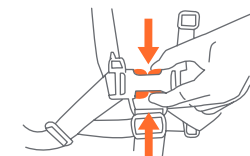

Fig. 16
- 16)** • Para soltarlas, presione el Botón Rojo en el Broche Central y se desprenderán las dos Hebillas del Arnés (Fig. 16).